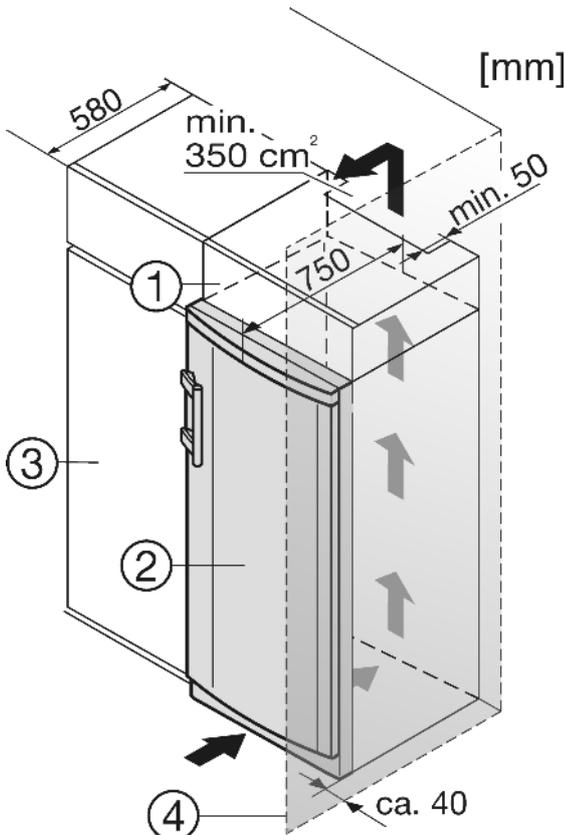

Fig. 8
- (1) Aufsatzschrank
- (2) Gerät
- (3) Küchenschrank
- (4) Wand
Das Gerät kann mit der Kücheneinrichtung umbaut werden. Um das Gerät Fig. 8 (2) der Küchenzeilenhöhe anzugleichen, kann über dem Gerät ein entsprechender Aufsatzschrank Fig. 8 (1) angebracht werden.
Wenn das Gerät mit den Scharnieren neben einer Wand Fig. 8 (4) aufgestellt wird, muss der Abstand zwischen Gerät und Wand mindestens 40 mm betragen. Dies entspricht dem Griffüberstand bei geöffneter Tür.